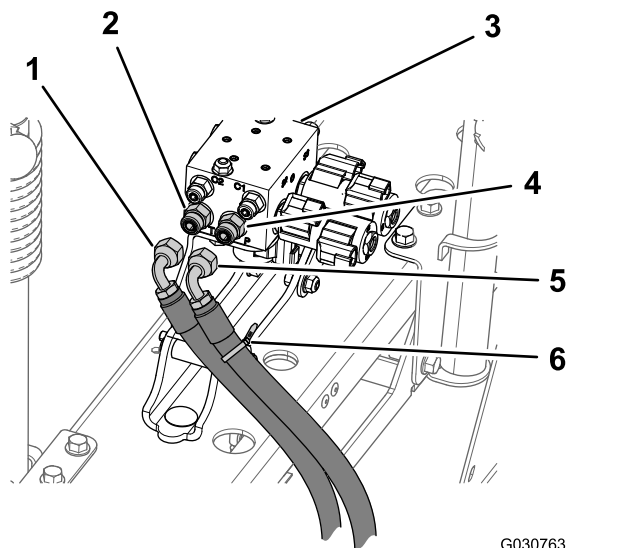

Рисунок 75
- В отверстии Р коллектора подъема стрелы отметьте напорный гидравлический шланг кабельной стяжкой (Рисунок 75).
- Отсоедините гидравлические напорный и возвратный шланги с коллектора подъема стрелы (Рисунок 75).